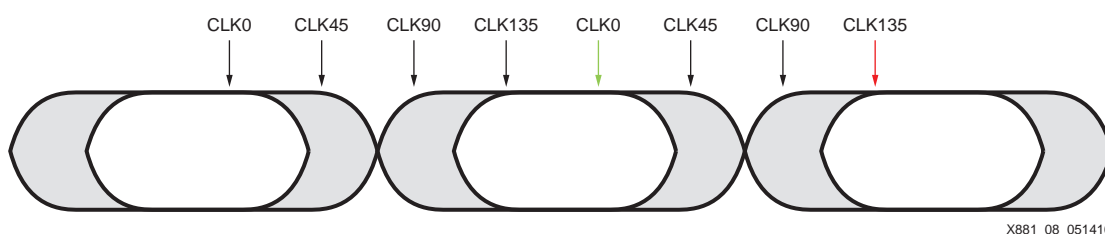

図 8: ネガティブ ビット スキップ
最後のサンプルの左側でエッジを検出した場合、新しい現在のサンプルは最後のサンプルから右、すなわち次のデータの最初のサンプルへ移動します。図 8 でステート マシンの状態が 10 のとき、Q(3) と Q(7) をサンプリングします。次に、ステート マシンの状態が 00 に遷移し、Q(0) と Q(4) をサンプリングします。ただし、ステート マシンの状態が 10 のときにデータ サンプルを既に取得しているため、ステート マシンの状態が最初に 00 になったときはサンプリングしたビットを 1 ビットだけドロップします。これをネガティブ ビット スキップと呼びます。ネガティブ ビット スキップは 1 クロックにつき 5 ビットを出力します。